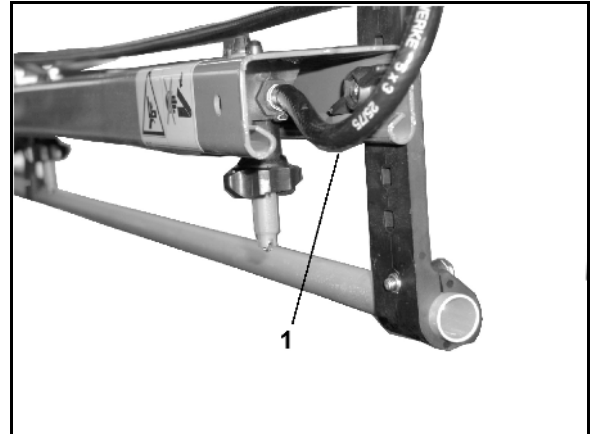

Fig. 85
- gør det muligt at opnå et permanent væskeomløb i sprøjteslangen, når trykomløbssystemet er koblet til. Hertil er der placeret en skylletilslutningsslange (Fig. 85/1) på hver delbredde.